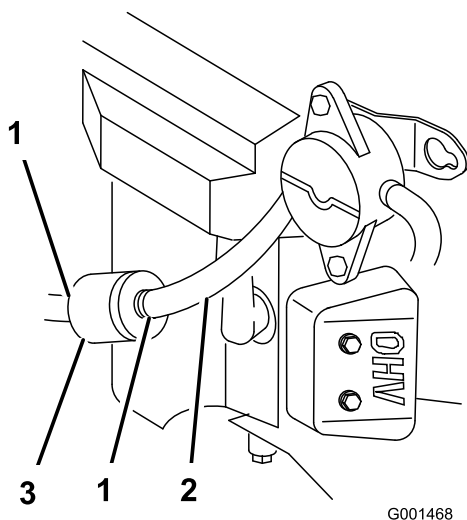

Figure 34
5. Fermez le robinet d'arrivée de carburant (Figure 34).
6. Pincez les extrémités des colliers et faites glisser ceux-ci pour les éloigner du filtre (Figure 34).
8. Posez un filtre neuf et rapprochez les colliers de fixation du filtre (Figure 34).
3. Fermez le robinet d'arrivée de carburant (Figure 34).
4. Desserrez le collier de serrage au niveau du filtre à carburant et éloignez-le du filtre en le poussant le long de la conduite d'alimentation (Figure 34).
5. Débranchez les conduites d'alimentation du filtre à carburant (Figure 34).
Remarque: Laissez l'essence s'écouler dans un bidon ou un bac de vidange (Figure 34).
7. Raccordez la conduite d'alimentation au filtre. Rapprochez le collier de serrage du filtre pour fixer la conduite d'alimentation (Figure 34).